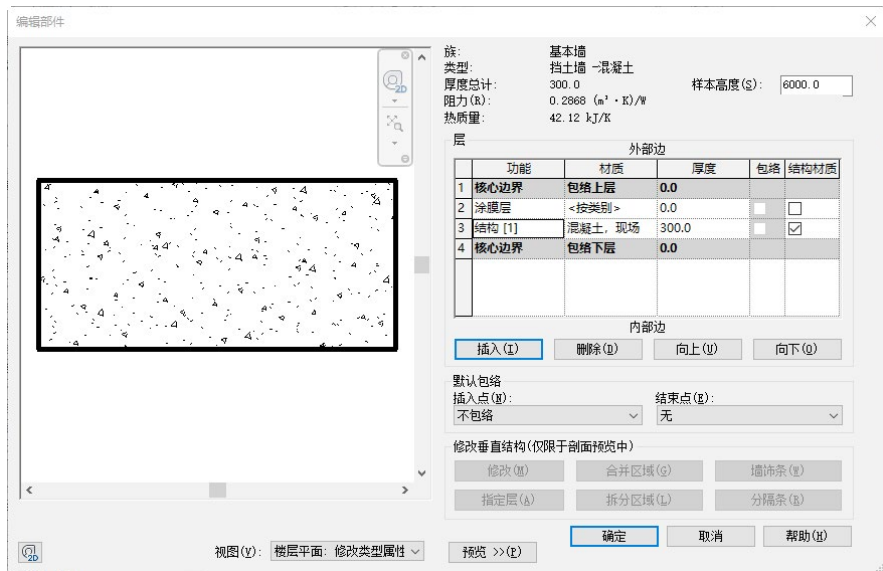

图 9-18 预览墙类型
(13) 单击“向上”按钮  或“向下”按钮  调整当前层所在的位置，单击“预览”按钮 ，可以查看所设置的层，如图 9-18 所示。